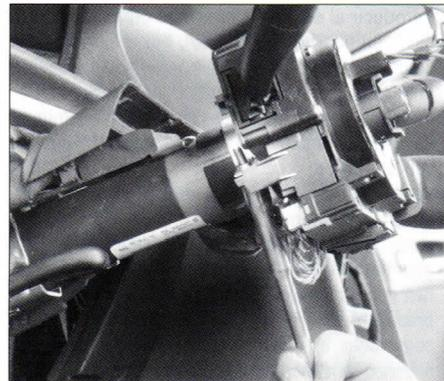

FIG. 4
- Aflojar el tornillo de la abrazadera del módulo del contactor giratorio (**fig. 4**).